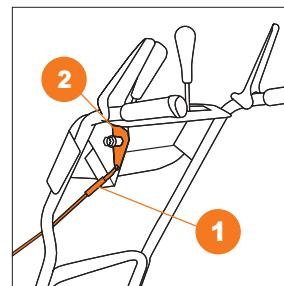

Рис. 15
- Соедините трос регулировки дальности выброса 1 с кронштейном рычага управления 2 на панели оператора (Рис. 15).